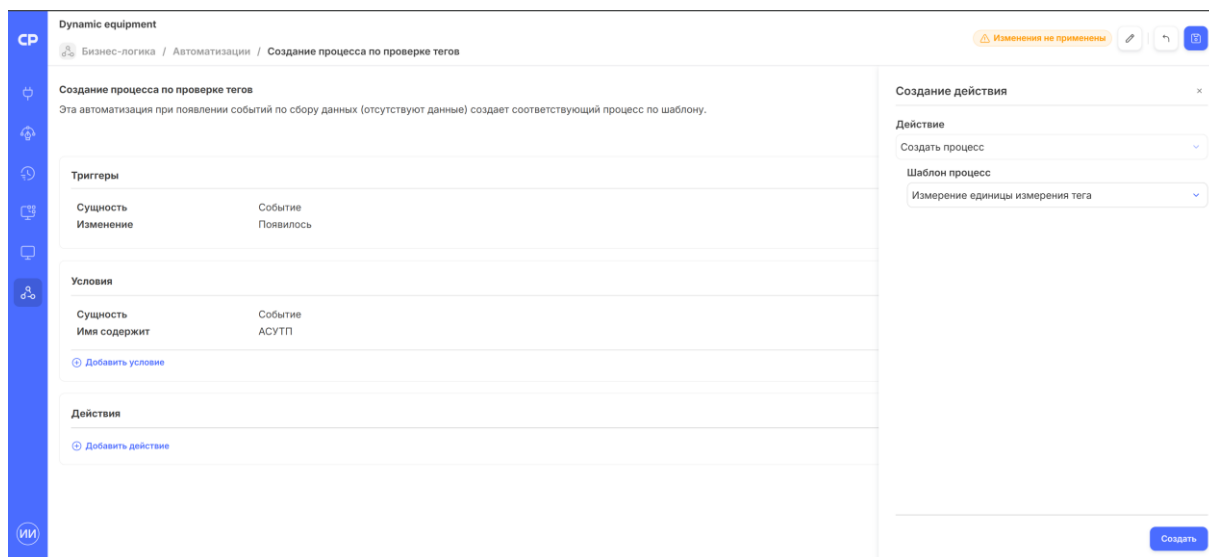

Рисунок 222. Действие «Создать процесс»
- Создать процесс — при срабатывании автоматизации система создаёт экземпляр процесса по указанному шаблону. В сайдбаре задаётся поле «Шаблон процесса» — выбор из списка существующих шаблонов (Рисунок 222);